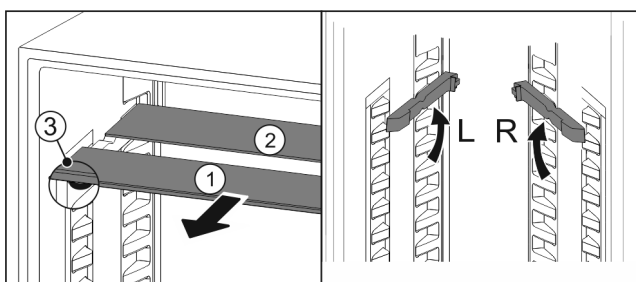

Fig. 59
- ▶ Estrarre Fig. 59 (1) i ripiani singolarmente tirando in avanti come da figura.
- ▷ Il ripiano Fig. 59 (1) con il motivo ornamentale è nella parte anteriore.
- ▷ I fermi Fig. 59 (3) sono rivolti verso il basso.